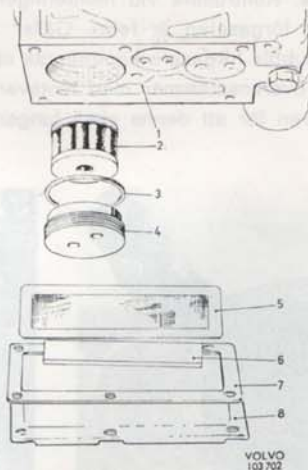

Bild 41. Överväxeldetaljer, sen. utf.
2. Skruva ur proppen (4 bild 41) och ta ut packning (3) och finfilter (2).
4. Montera finfiltret, ny packning (3) samt proppen. Dra proppen med 22 Nm (2,2 kpm).
5. Montera förfiltret och locket med ny packning (7). Se till att magneten (6) sitter på sin plats i locket. Fyll på olja, se sid. 22.